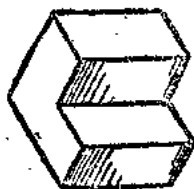

图 1-15
3. 图1-15是一个台阶的立体图, 图1-16是它的三面图。因为从前面可以看到两步台阶的立面, 所以前视图上画有两个长方框, 每个框表示立面的长和高。从顶上可以看到台阶的两个平面, 也画了两个长方框, 每个框表示平面的长和宽。从左向右看是一个平面, 所以左视图上就只有一个象角尺形的框, 表示台阶侧面的形状。